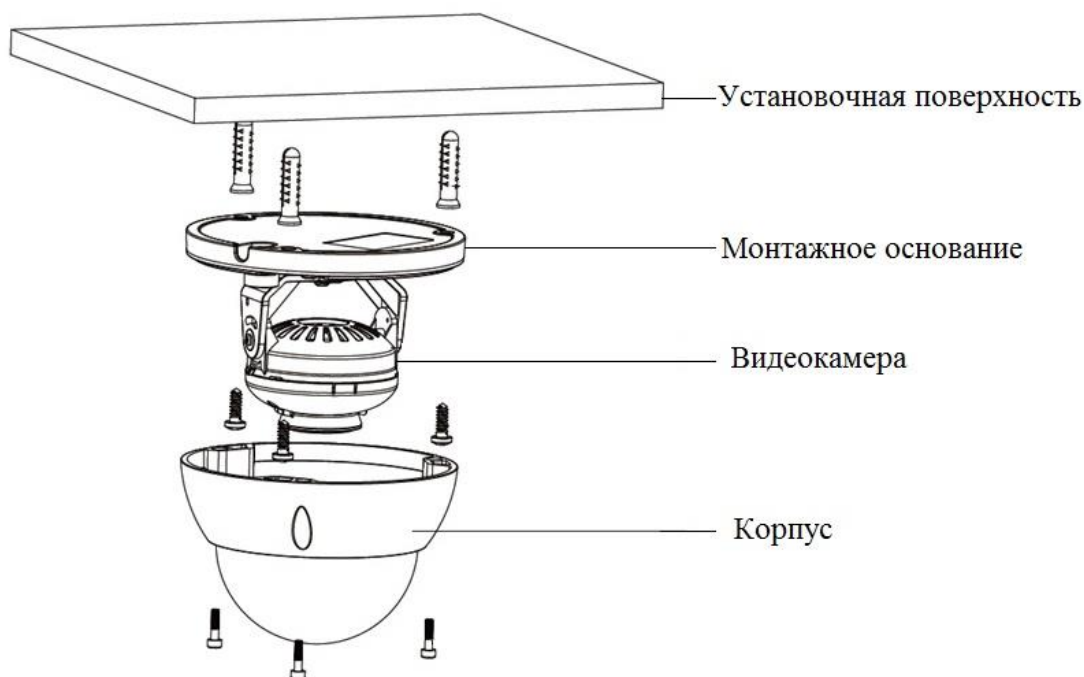

Рисунок 7.3
7.6 Прикрепите монтажное основание видеокамеры к установочной поверхности (рис.7.3).